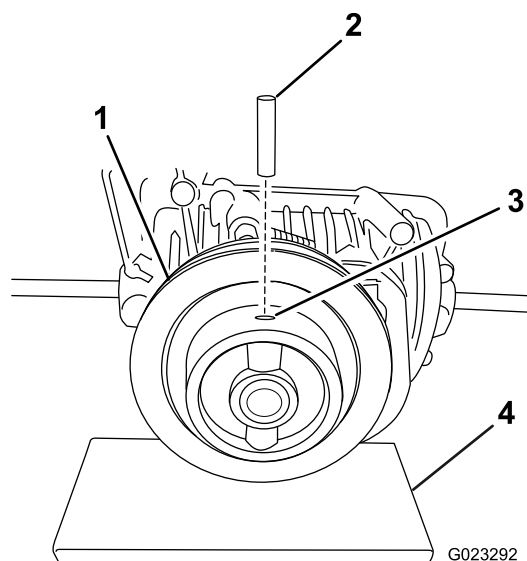

Figura 1
4. Applicate il frenafiletti Loctite® 454 (o equivalente) in uno dei fori di estremità della puleggia (Figura 1).
Nota: Sostenete la puleggia mentre inserite il perno per evitare di sollecitare eccessivamente l'albero della trasmissione (Figura 1).